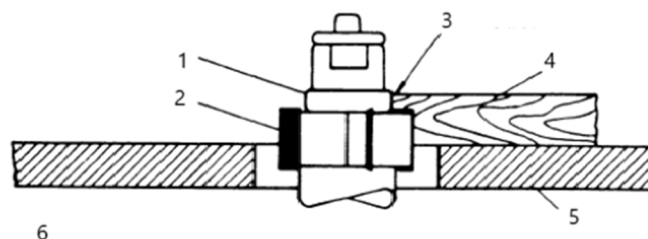

Figura 5
4. Figura 5 ilustrează o suprafață portantă suficientă.